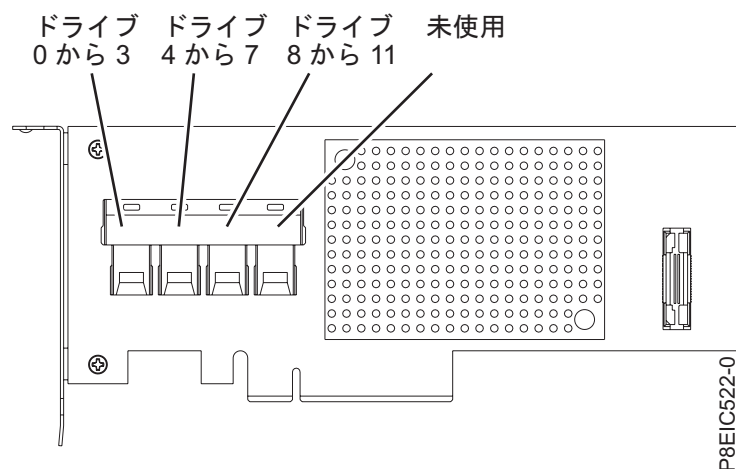

図 35. PCIe3 ロー・プロファイル 6 Gb SAS/SATA RAID アダプター (FC EC3Y - PMC 71605E) のケーブル接続
- a. RAID アダプターを取り付ける前に、ディスク・ドライブ用の信号ケーブルをこのアダプターに接続します。63 ページの図 35 を参照してください。